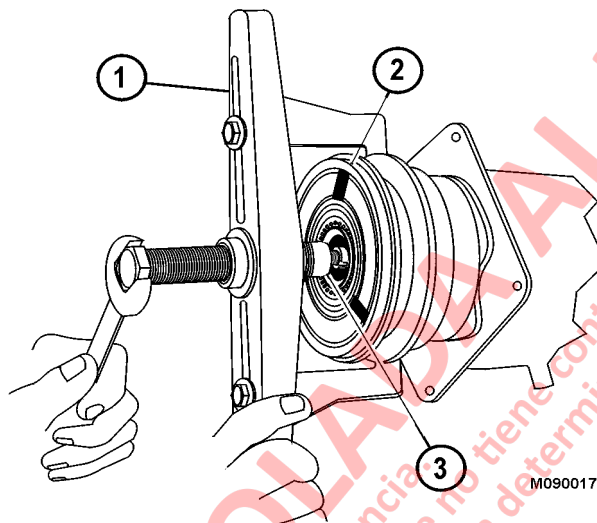

FIGURA 4-23.
9. Instale el extractor de polea (1, Figura 4-23) y la guía del extractor (3) en el compresor según lo indicado. Si utiliza una polea de garganta múltiple, instale las patas del extractor (J-24092) en el extractor para reemplazar las patas estándar. Extienda las patas hacia la parte trasera de la polea. NO utilice las ranuras de correa para sacar la polea del compresor.